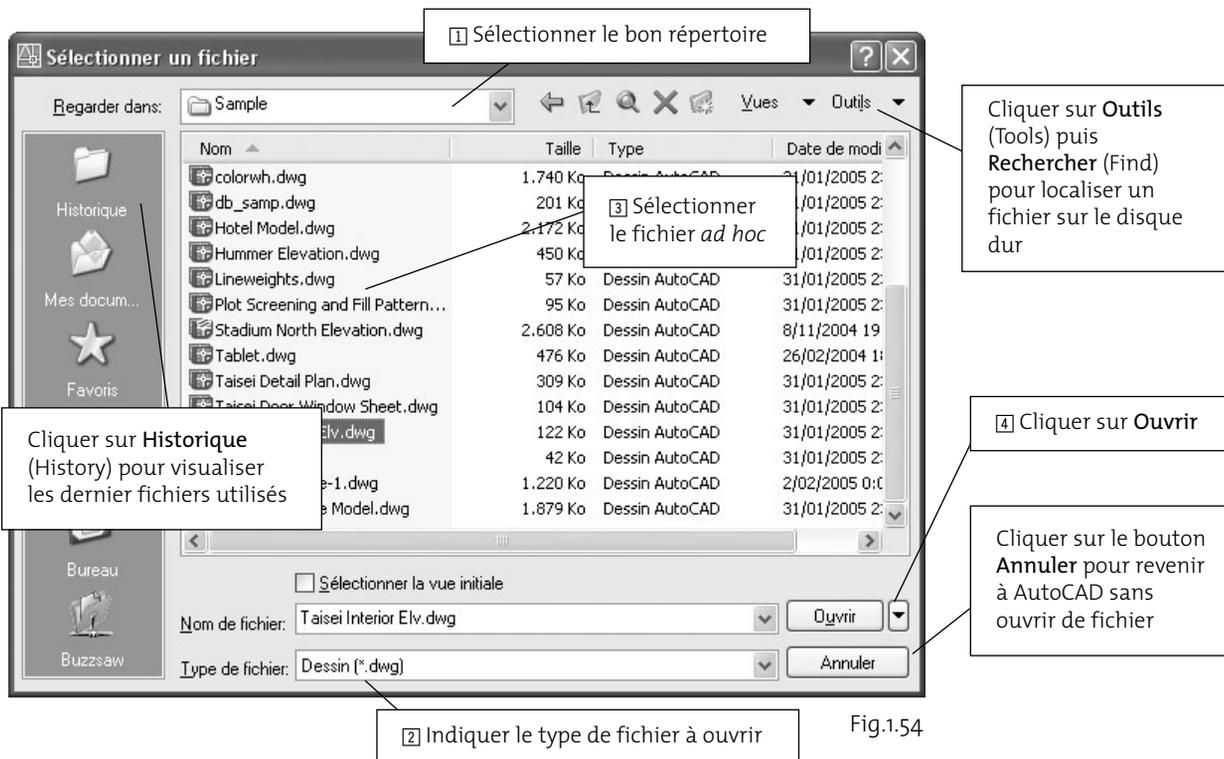

Fig.1.54
**Pour ouvrir un fichier avec cette dernière boîte de dialogue, il convient ensuite de (fig.1.54) :**